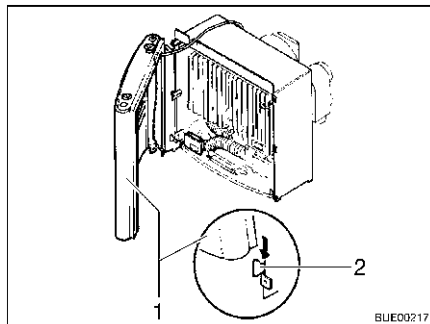

Bild 111 Heizungsverkleidung, Haltetaschen
- Heizungsverkleidung montieren. Dazu Verkleidung (Bild 111,1) auf die unteren Haltetaschen (Bild 111,2) stellen.